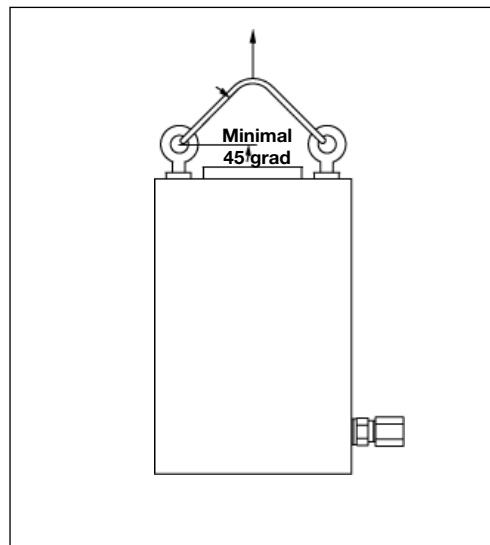

Abbildung 2 – Anheben / Verlasten eines Zylinders
**Warnung:** Benutzen Sie stets alle Hubaugen, wenn Sie einen Zylinder anheben wollen. Werden nicht alle Hubaugen gleichzeitig belastet, kann der Zylinder unerwartet herabfallen. Die Anschlagmittel müssen unter einem Winkel von mindestens 45 Grad oder mehr gegenüber der Horizontalen eingesetzt werden. Siehe dazu Abbildung 2.